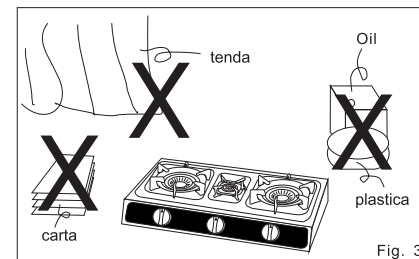

Fig. 3
• Assicurarsi che non vi siano materiali infiammabili vicino ai fornelli a gas (Fig. 3).